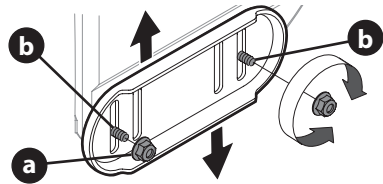

Figure 47
1. Desserrez les écrous hexagonaux (a) (deux de chaque côté) et les boulons de carrosserie (b). Placez les patins à la position désirée. Voir Figure 47.
NOTE: Les patins de votre souffleuse à neige peuvent être différents de ceux illustrés sur la Figure 47.